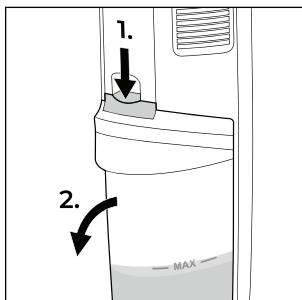

Fig. 20
- Après chaque utilisation, videz le réservoir d'eau sale ②.
- Videz le réservoir d'eau sale **②** après chaque utilisation et dès que l'eau sale a atteint le repère MAX.
- En vidant le réservoir d'eau sale **②**, veillez à ce que l'écoulement (par ex. d'un lavabo) ne soit pas obstrué par des poils ou de grosses impuretés.
- Une fois le réservoir d'eau sale **②** plein, le moteur d'aspiration est automatiquement éteint à l'aide du flotteur **⑧**.
- ♦ Pour vider le réservoir d'eau sale **②**, procédez comme suit :
1. Poussez le bouton situé au-dessus du réservoir d'eau sale **②** vers le bas (voir fig. 20). Tenez la poignée du réservoir d'eau sale **②** pendant que vous appuyez sur le bouton.
2. Sortez le réservoir d'eau sale **②** par l'avant de l'appareil (voir fig. 20).